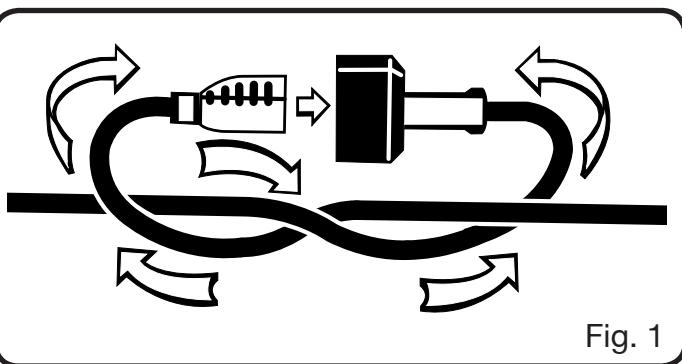

Fig. 1
*Voir Figure 1.*
Il est possible d'attacher le cordon d'alimentation et le cordon prolongateur par un noeud pour éviter qu'ils se détachent pendant l'utilisation. Faites le noeud comme illustré dans la figure 1 et branchez la fiche du cordon d'alimentation dans la prise du cordon prolongateur. Cette méthode peut aussi être utilisée pour attacher ensemble deux cordons prolongateurs.